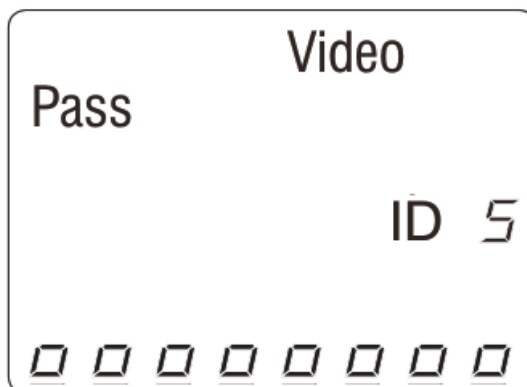

Рисунок 7: Непрерывное тестирование в режиме видеокабеля.
4. Нажмите кнопку выбора режима видео, чтобы начать непрерывное тестирование. На экране жидкокристаллического дисплея появятся следующие обновления (смотрите рисунок 7):